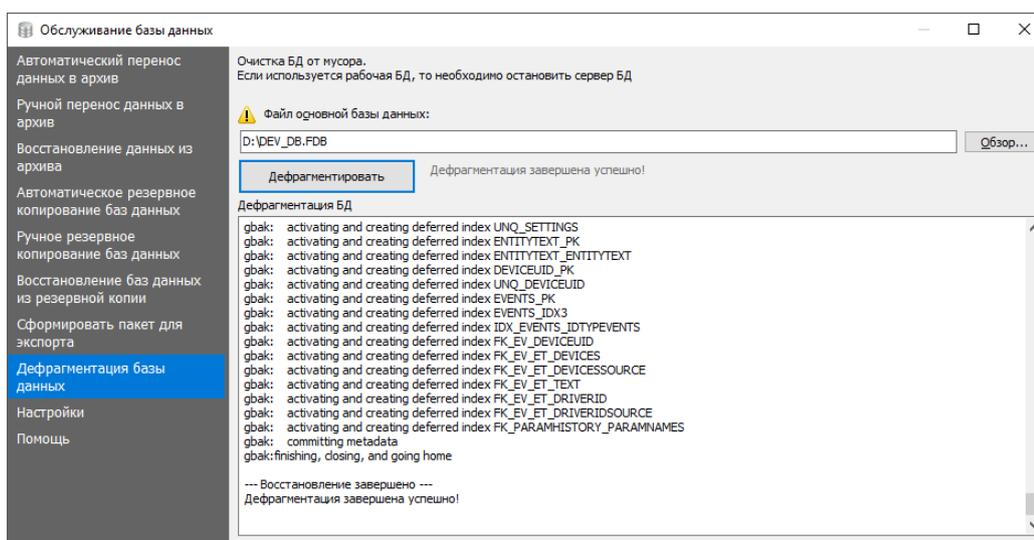

Рисунок 27.13 Вкладка Дефрагментация базы данных
- 1) Перейти на вкладку **Дефрагментация базы данных** (Рисунок 27.13).